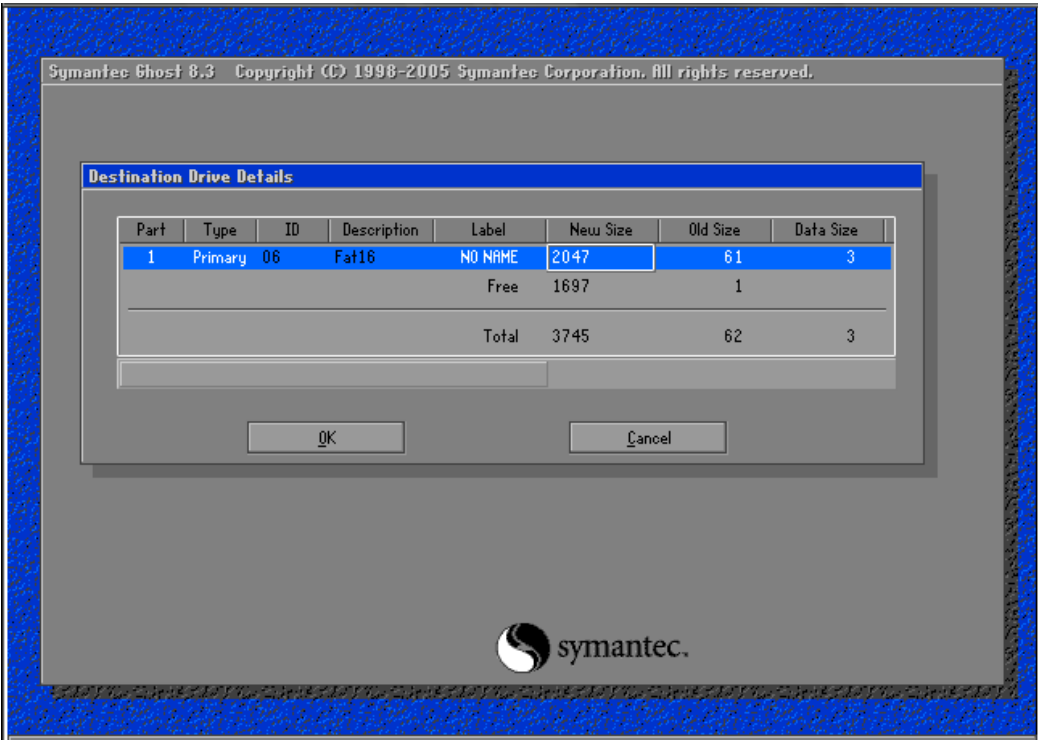

图 2-8 DOM 盘详细信息
9) 选取 DOM 盘项后，点击“OK”出现如下图 2-8 所示 DOM 盘详细信息对话框。